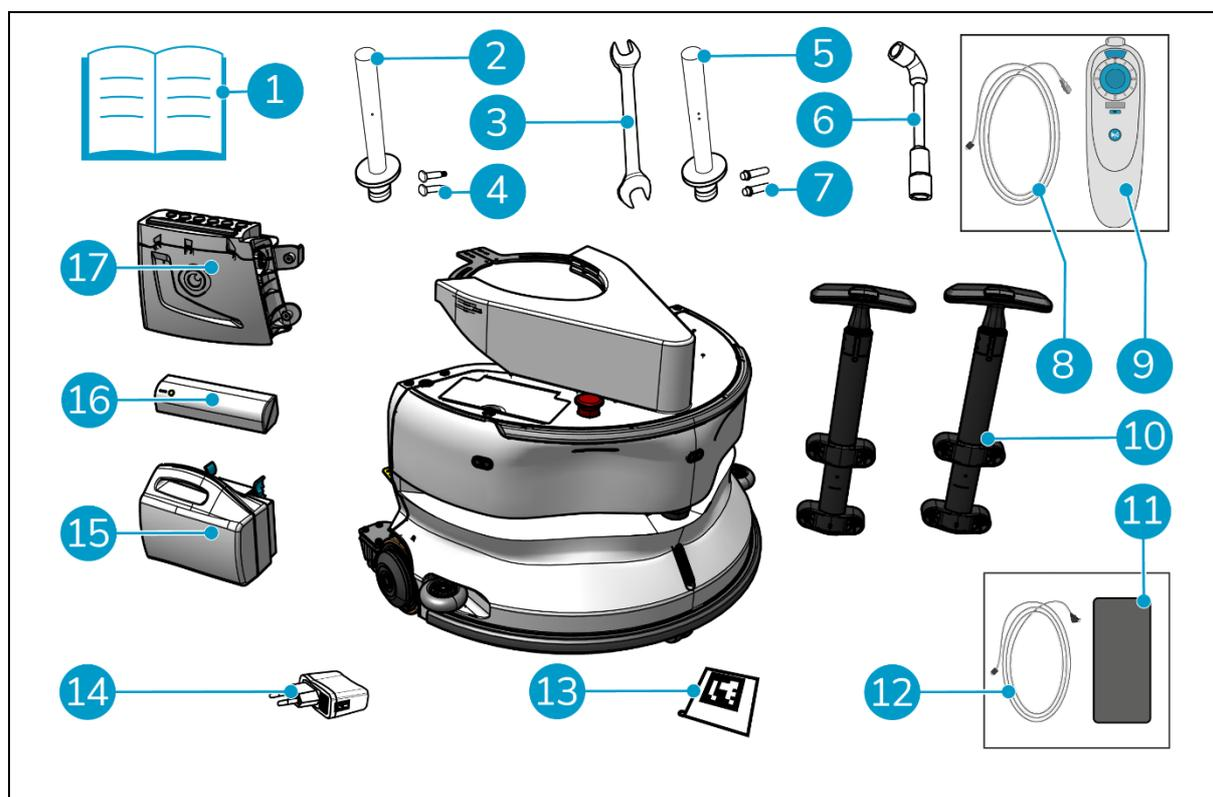
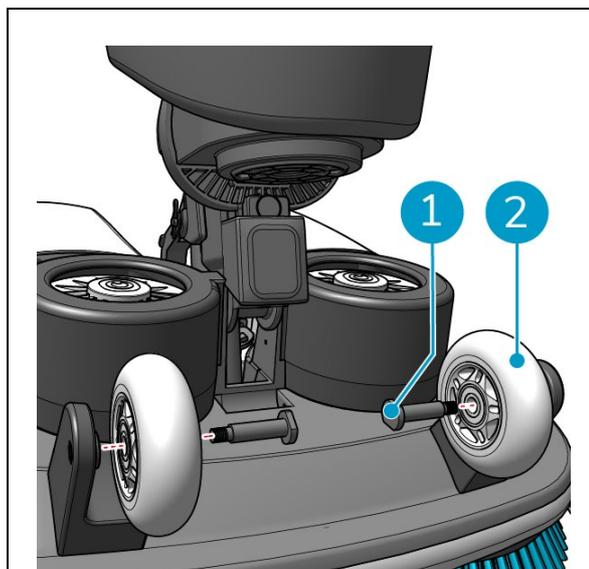

Figura 10
Figura 14
1. Utilizar a chave fornecida (Figura 10, pos. 3 e 6) para retirar as rodas dianteiras (Figura 14, pos. 2) da i-mop XL.
2. Retirar os eixos das rodas existentes (Figura 14, pos. 1).
Barra de ligação com 1 furo (tipo I) e eixos correspondentes (Figura 10, pos. 2 & 4)
Barra de ligação com 2 furos (tipo II) e eixos correspondentes (Figura 10, pos. 5 & 7)